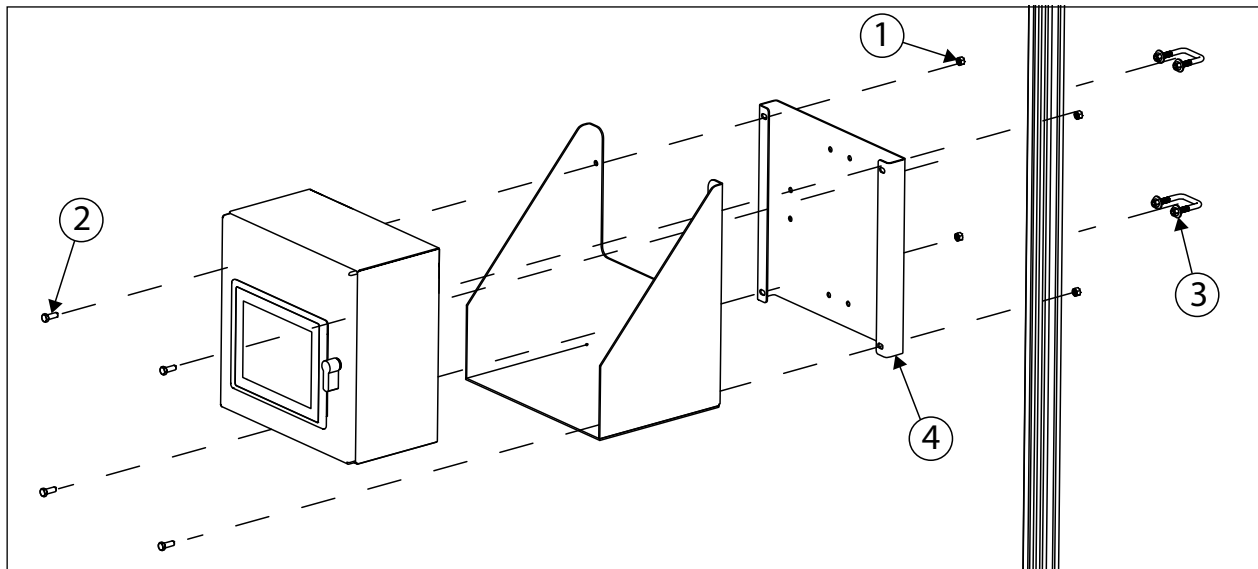

Figura 5-9. Soporte de quiosco opcional
**NOTA:** Si añade el estante de quiosco opcional (n.º de ref. 212260), debe montarlo entre el quiosco y la placa de montaje (consulte la Figura 5-9).